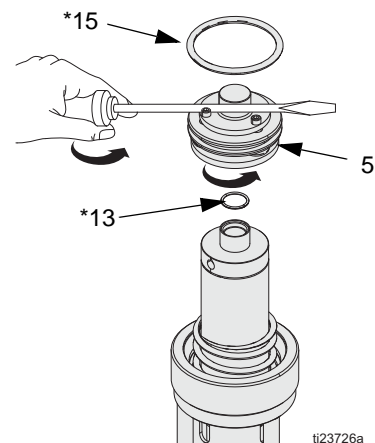

FIG. 12 Vanne d'air de la série B
3. *Moteurs pneumatiques de la série B (et de séries plus récentes) :* Dévisser la vanne d'air (5). Au besoin, introduire la pointe d'un tournevis plat entre les têtes de vis et le bouchon hexagonal de la vanne d'air (5) pour mieux pouvoir tourner. Vérifier si les joints toriques (13* et 15*) sont endommagés et les remplacer s'ils le sont. Veiller à ce que le joint torique (13*) soit positionné correctement et qu'il n'est pas pincé. Voir FIG. 12.
REMARQUE : Voir Réparation du moteur pneumatique, l'étape 3 et l'étape 4 (Fig. 12) pour les remarques spéciales concernant le remontage.